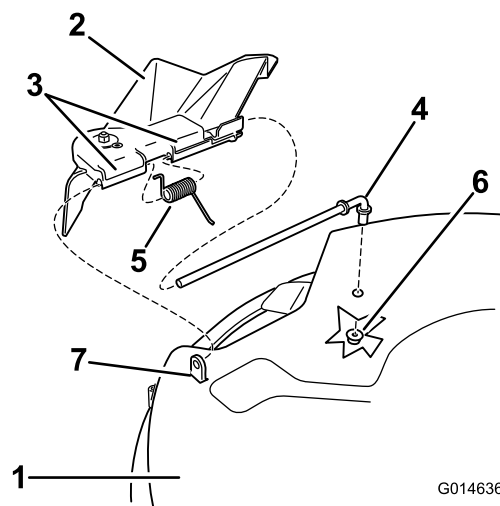

Figura 57
- Localice los elementos mostrados en la Figura 57.
- Retire la tuerca (3/8 pulg.) de la varilla (debajo del cortacésped) (Figura 57).
- Retire la varilla del espaciador corto, del muelle y del deflector de hierba (Figura 57). Retire el deflector de hierba dañado o desgastado.
- Vuelva a colocar el deflector de hierba (Figura 57).
- Coloque el muelle sobre la varilla, con los extremos de los alambres hacia abajo, y entre los soportes del deflector de hierba. Deslice la varilla por el segundo soporte del deflector de hierba (Figura 57).
- Introduzca la varilla, en la parte delantera del deflector de hierba, por el espaciador corto de la carcasa. Fije el extremo trasero de la varilla en el cortacésped con una tuerca (3/8 pulg.) (Figura 57).